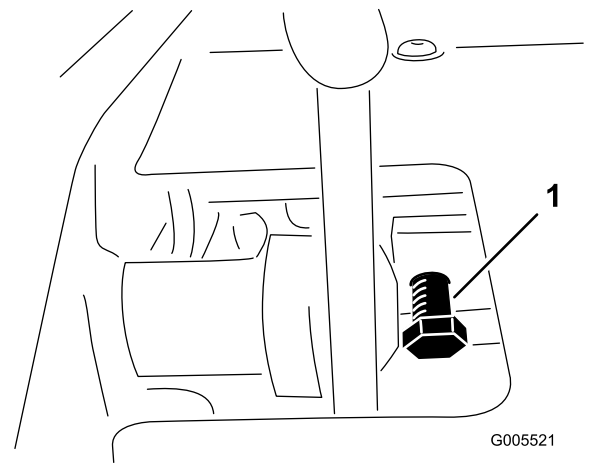

Bild 54
1. Lösen Sie die Klemmmutter an der Pedalsperreschraube (Bild 54).